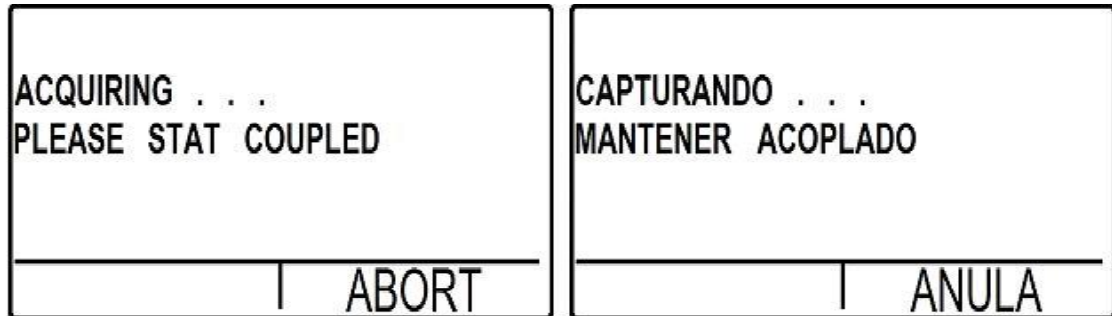

Figura 18: Pantalla indicando que está registrándose información
- d. Al acoplar el transductor, se registra información y automáticamente la pantalla aparece momentáneamente como se muestra en la Figura 18.